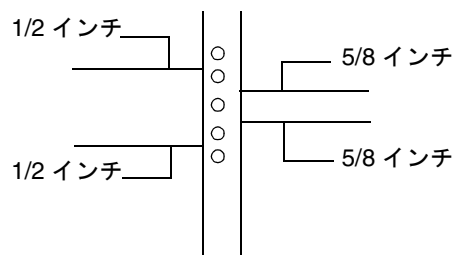

図 4 キャビネットのねじ穴の間隔
1/2 インチ間隔のねじ穴を使用します (図4を参照)。
2. キャビネットのレールの両端の取り付け位置に、取り付け用ねじを取り付けます。キャビネットの中央のねじ穴を使用します。詳細は、図4を参照してください。